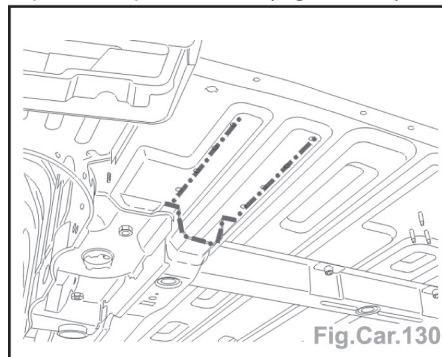

Fig.Car.130
- Préparer les bords d'accostage et protéger les bords par un apprêt soudable ainsi que sur la pièce neuve (Fig.Car.130).